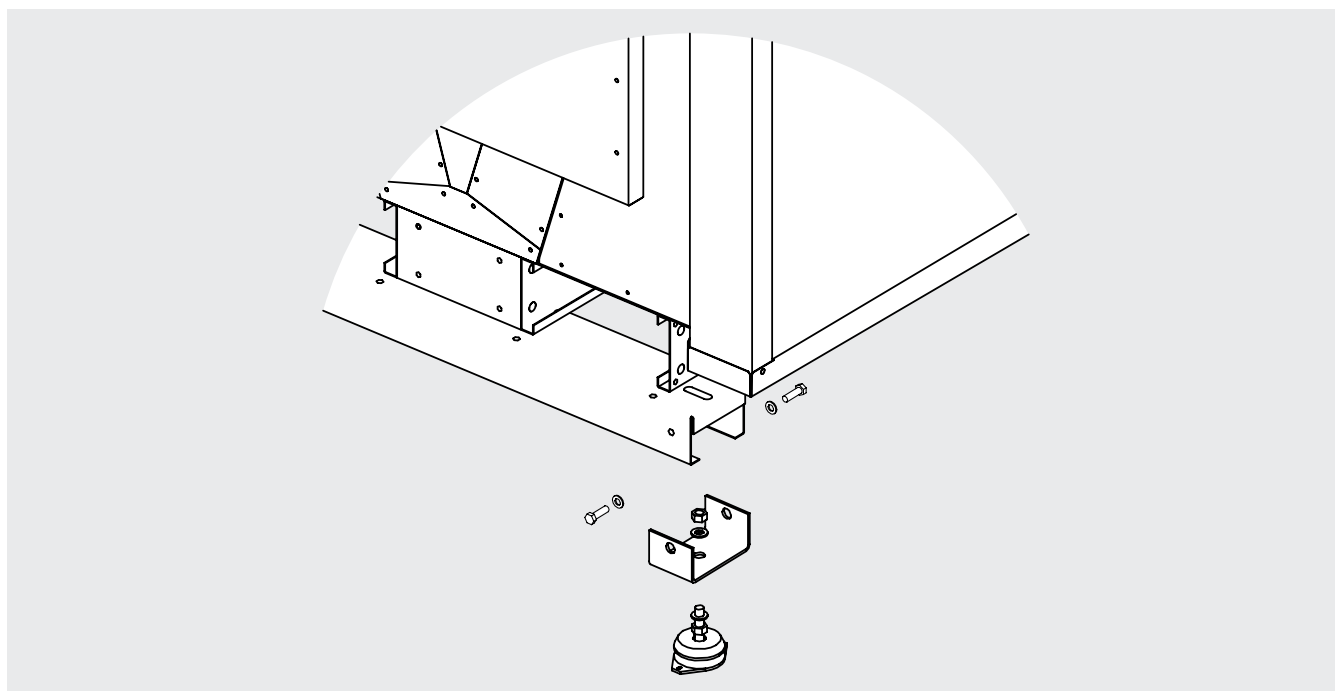

Figura 9
- 6.5 El modelo se debe fijar firmemente a la base de apoyo, utilizar todos los puntos de fijación. Para prevenir la transmisión del ruido, eventualmente utilizar amortiguadores. Ver la Figura 9.